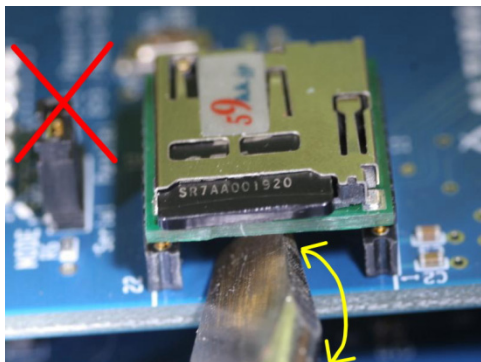

図 8.2 取り外しの悪い例
- ・ ドライバ等で取り外す場合、図 8.2 のようにモジュール下への差し込みが十分でない場合、図 8.1 の赤枠の部分に作用点が働いてしまうとチップ部品を破損してしまいます。